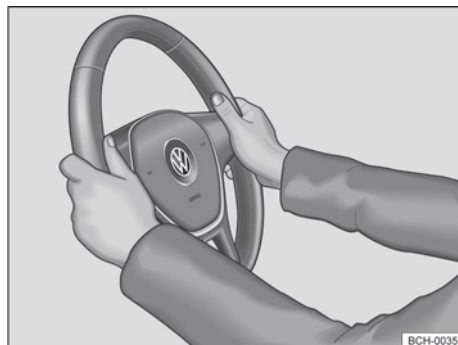

Fig. 63 En el volante: posición 9 y 3 horas.
- Ajustar la posición del volante de forma que pueda sostenerlo lateralmente por el borde exterior en las posiciones equivalentes a las 9h y a las 3h → fig. 63 con ambas manos y los brazos ligeramente doblados.
- Empujar la palanca ① siempre por la empuñadura con seguridad hacia arriba tras el ajuste, para bloquear la ubicación del volante.
- Mientras conduce, siempre sostenga el volante con ambas manos lateralmente en el borde exterior en las posiciones de 9h y 3h → fig. 63 para reducir las lesiones causadas por el despliegue del airbag frontal del conductor.